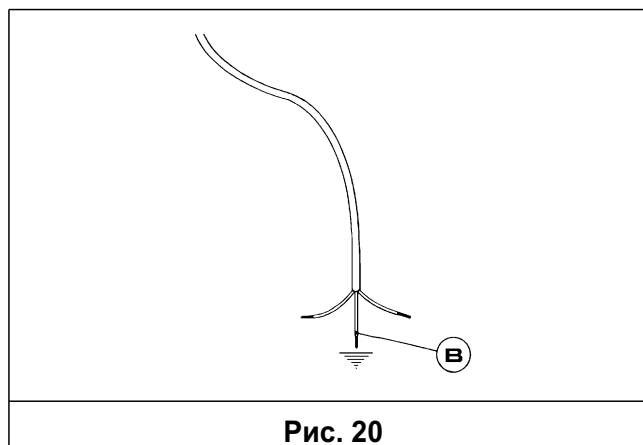

Рис. 20
*В случае замены подводящего кабеля провод заземления следует оставлять длиннее фазных проводов (рис. 20), кроме того следует соблюдать правила, приведенные в разделе 9.*